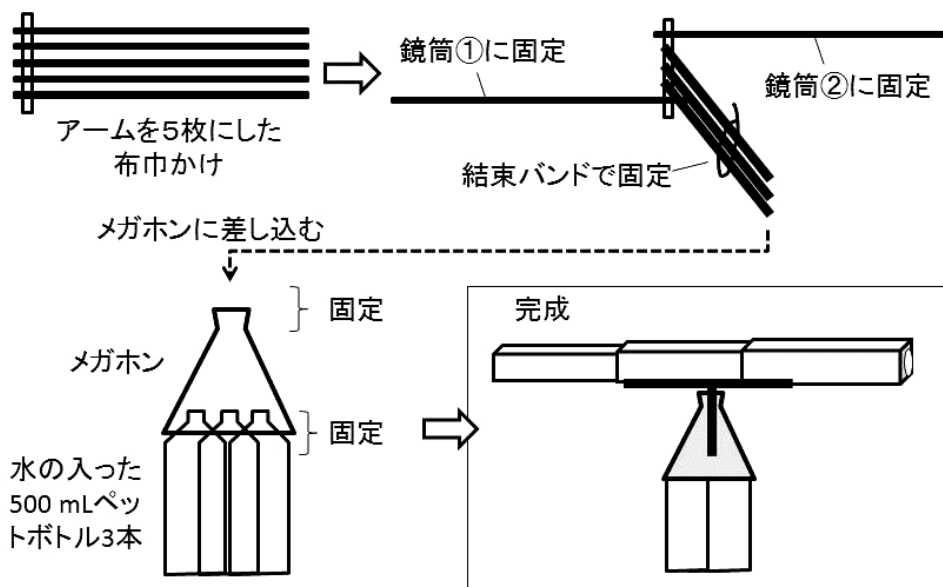

図2 架台部の作製方法
布巾掛けとメガホンを加工してフリーストップ型の架台を作製する。架台部の作製方法を図2に示す。100円ショップで販売されている布巾掛けにはアームが3本ついていることが多いが、布巾掛け2つを分解し、図2のようにアームが5本になるように組み立直す。両端の中央部のアーム3本を結束バンドで固定し、これをメガホンに差し込み、ガムテープでしっかりと固定する。メガホンは水の入った500 mL ペットボトルに差し込み、同様にガムテープでしっかりと固定する。両端のアームはそれぞれ、鏡筒①と鏡筒②にガムテープにとりつけて完成となる。